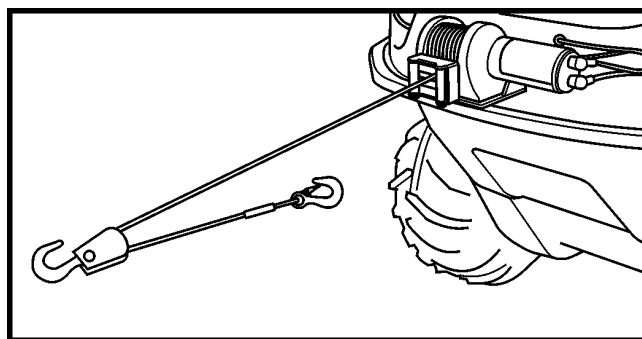

Figure 11-16. Câble double
1. La capacité maximale du treuil (à câble simple) est de 3,000 lb. NE PAS SURCHARGER. NE PAS TIRER DE CHARGEMENTS LOURDS PENDANT DE LONGUES PÉRIODES. NE PAS MAINTENIR LE COURANT AU TREUIL SI LE MOTEUR CALE. Toute surcharge peut endommager le treuil et / ou le câble métallique. Ces conditions d'opération deviennent dangereuses. Lorsque vous devez tirer un chargement lourd, nous vous recommandons d'utiliser l'ensemble de moufle et crochet (Warn pièce no. 28881 ou Superwinch pièce no. 1503) pour doubler le câble métallique. (Figure 11-16). Ceci réduit l'effort exercé sur le treuil et le câble métallique par environ 50%.